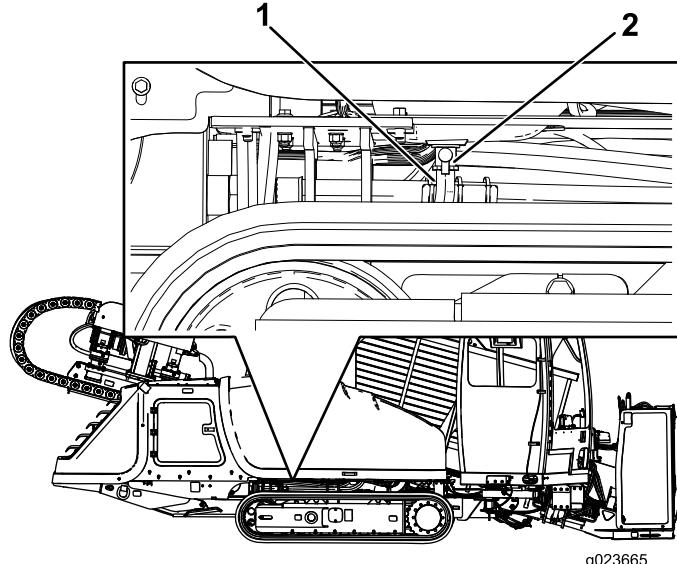

Bild 91
2. Stellen Sie sicher, dass der Ablassschlauch (Bild 91) vorsichtig nach oben gezogen wird, und dass das Schlauchende in der Auffangwanne ist.
3. Öffnen Sie das Abflussventil (Bild 91).
5. Schließen Sie das Abflussventil, wenn das Öl abgelaufen ist (Bild 91).
6. Bringen Sie den Ablassschlauch wieder in die Originalstellung (Bild 91).